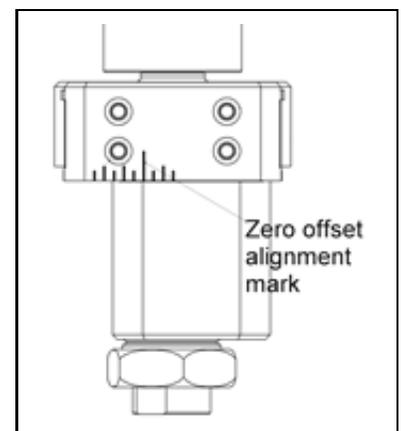

ABBILDUNG 3-4. AUSRICHTUNGSMARKIERUNG FÜR NULLPUNKTVERSCHIEBUNG
1. Setzen Sie die Offset-Kopfanordnung auf Null-Versatz, indem Sie die große Hash-Markierung auf der Seitenplatte mit dem Rand der Versatzseite ausrichten (siehe Abbildung 3-4).